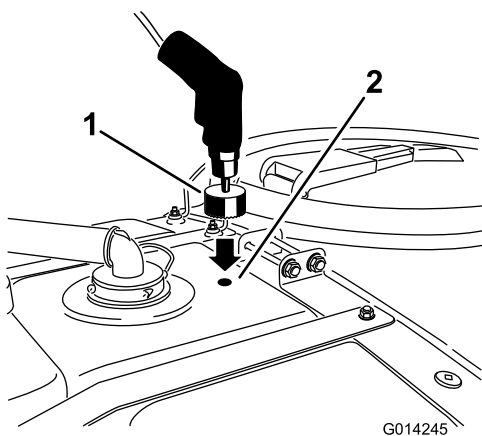

Figure 12
- Utilisez une scie cylindrique de 4,5 cm pour percer un trou à l'emplacement indiqué par le repère (Figure 12).